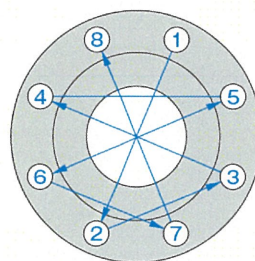

図 7. 対角締め手順
- ① 図 7 のように、対角位置にあるボルトを順番に締め付ける。
- ② 締付トルクは段階的に増加させ、（例えば目標締付トルクの10% → 20% → 60% → 100%）均等に締め付ける。
- ③ フランジ面間の・間をノギスなどで対角に4箇所測定し、片締めしていないか確認する。